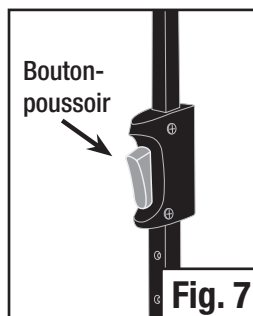

Fig. 7
- Ajustez l'abri à la hauteur désirée jusqu'à ce que les boutons-poussoir s'enclenchent correctement tout en s'assurant que les quatre poteaux sont égaux. (Fig. 7 & 8)